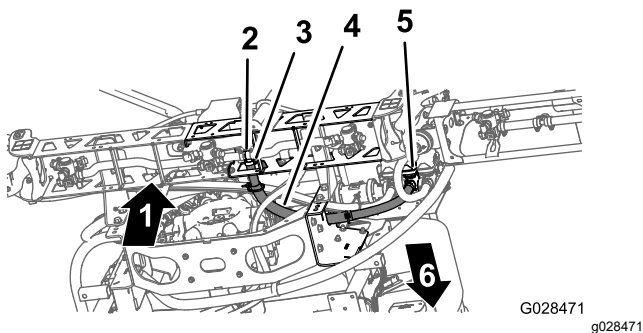

Figura 42
1. Pozai furtunurile din seciunea centrală a braului aa cum se indică în Figura 42.
2. Instalezi furtunul din seciunea braului peste fittingul în T inelat de la seciunea centrală a braului și fixezi furtunul cu un colier de furtun (Figura 42).